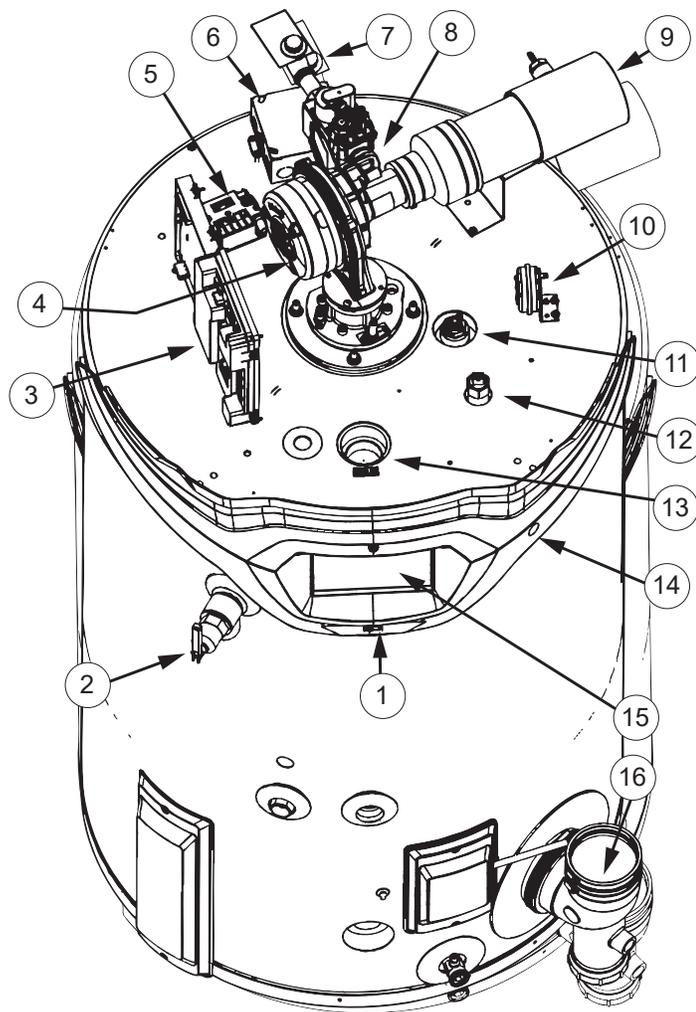
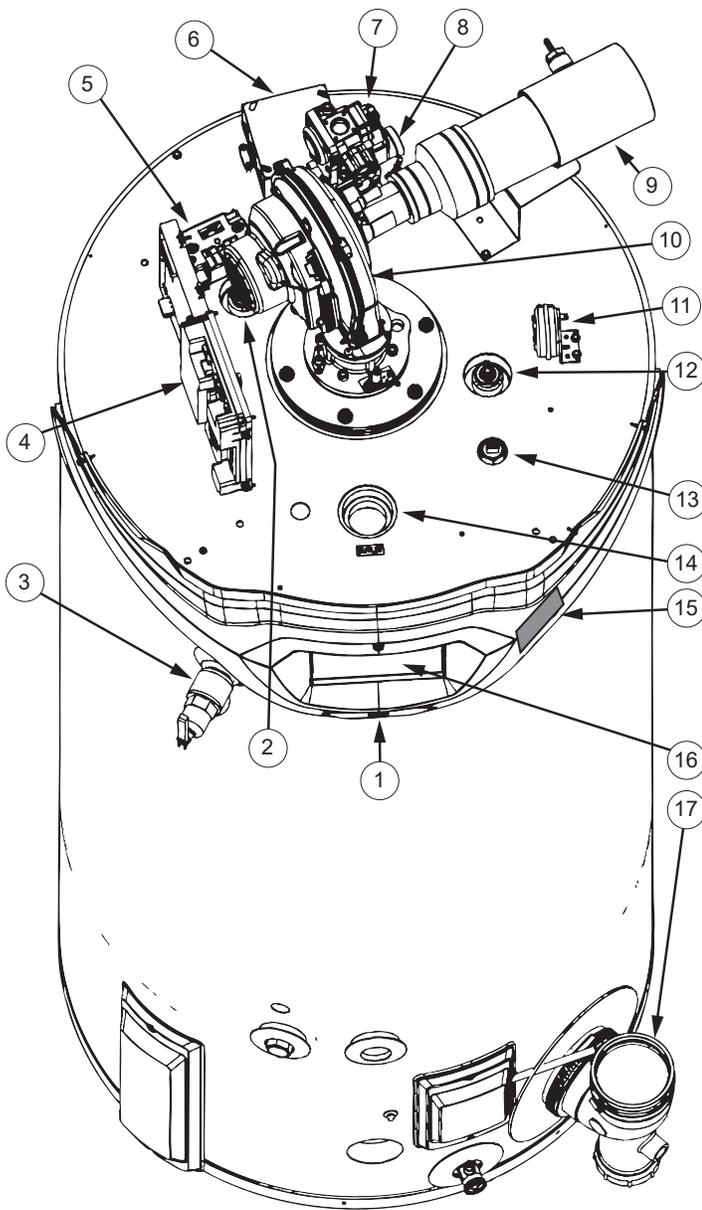
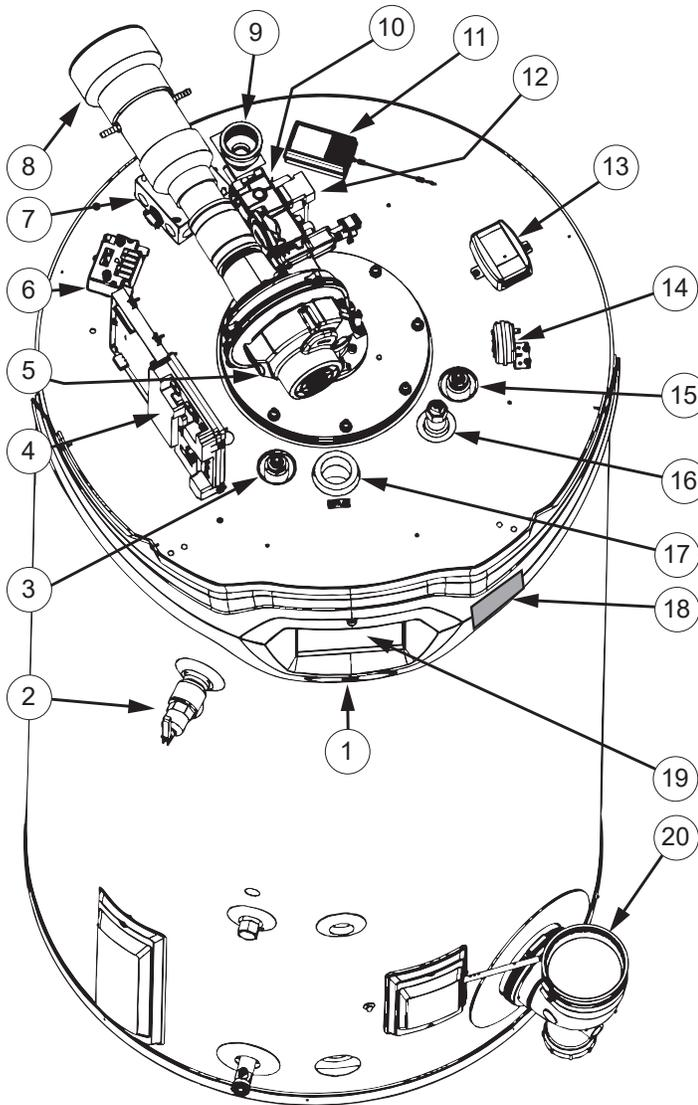

Figure 5. Vue de dessus, 60 gallons
Figure 6. Vue de dessus, 100 gallons
Figure 7. Vue de dessus, 119 gallons
3. Boîtier des cartes de commande. Voir la description à la *Figure 5, Figure 6, et Figure 7* (page 13).
1. Boîtier des cartes de commande. Voir la description à la **Figure 5**, **Figure 6**, et **Figure 7** (page 13).